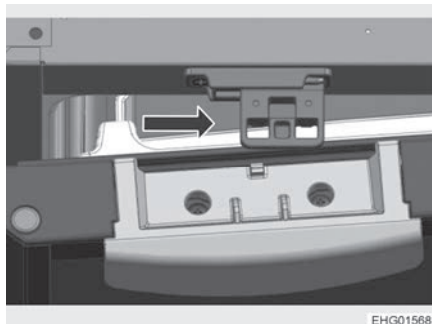

Fig. 136 Dispositivo de cierre
- Deslizar el dispositivo de cierre hacia la derecha (Fig. 136, flecha).